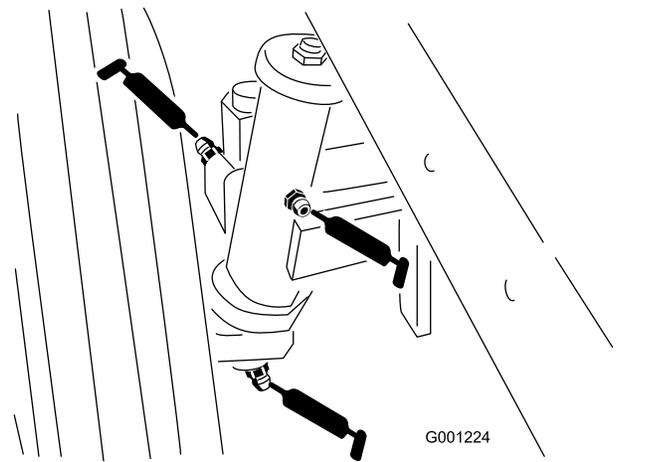

Рисунок 38
- Подшипники осей задних колес (Рисунок 38)